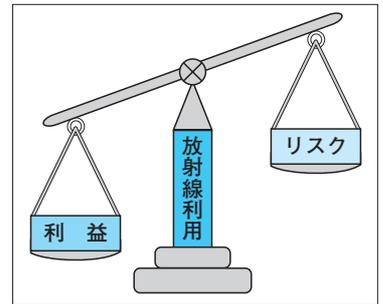

図2 放射線利用の原則
- ①放射線利用によって予測される利益がリスク（不利益）を上回るものであること（図2）。
- ②放射線の被ばくは、合理的に達成できる限り低く保つこと。
- ③被ばく線量はある特定限度を超えないこと。